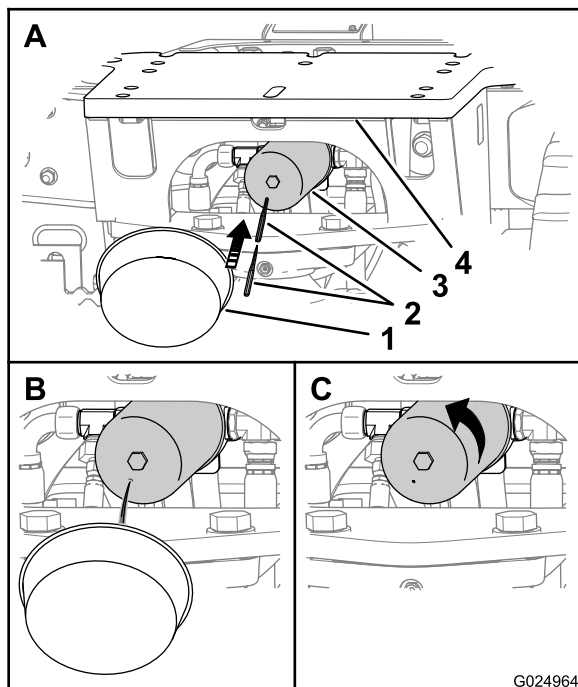

Figura 112
Nota: Potete accedere al filtro di ritorno idraulico da sotto la piastra di attacco posteriore della macchina (Figura 112).
1. Mettete un contenitore sotto il filtro di ritorno idraulico (Figura 112).
3. Ruotate il filtro di ritorno idraulico in senso antiorario e rimuovetelo (Figura 112).
2. Punzionate la base del filtro di ritorno idraulico e lasciate defluire il fluido idraulico restante nel contenitore (Figura 112).